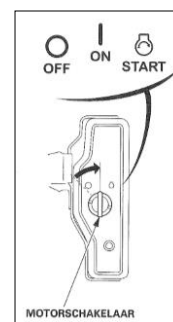

Abbildung 29
- Stellen Sie den Schlüsselschalter am Motor auf Stellung 1/ON (siehe Abbildung 29).
- Der Honda-Motor kann ebenfalls mit Hilfe des Zündschlosses am Motor selbst gestartet werden (siehe Abbildung 29).